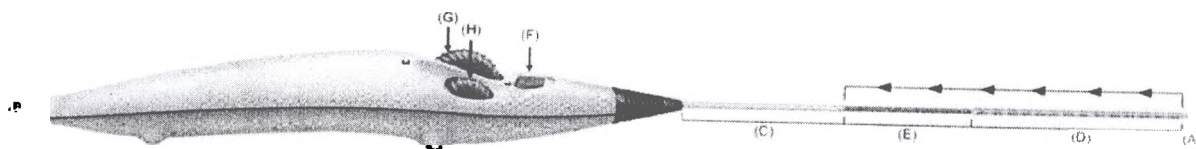

Рисунок 1. Система венозного стента Venovo
• трехосная система доставки стента по проводнику (рис. 1), состоящая из внутреннего трубчатого узла, который содержит проводник с просветом, стилет-катетера стента (D + E) и гильзы, обеспечивающей стабильность системы (С), соединенных друг с другом с помощью ручки. Проводник с просветом начинается проксимально с втулки Люэра (В) и оканчивается дистально катетерным кончиком (А). Проводник с просветом предназначен для приема совместимого проводника 0,035 дюйма (0,89 мм).